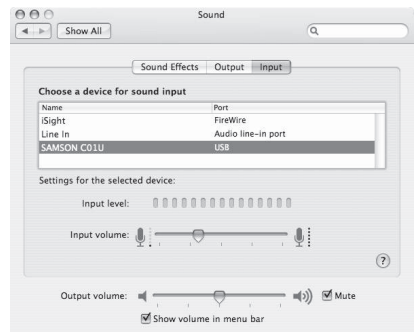

Figura 3
4. Cliccate sul pannello Ingresso e selezionate SAMSON C01U (figura 3).